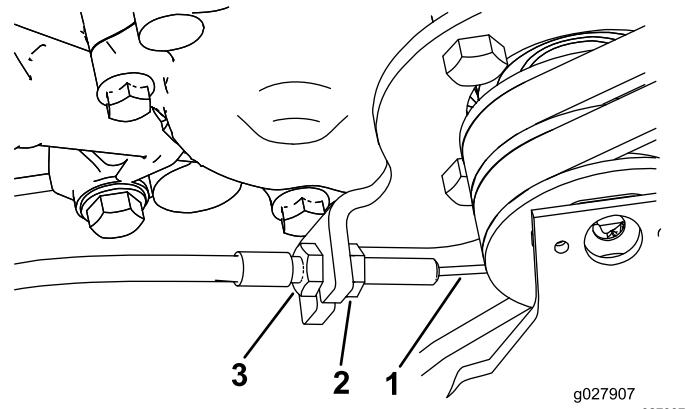

Figura 49
3. Per aumentare la tensione del cavo allentate il controdado del cavo anteriore e serrate il controdado del cavo posteriore (Figura 49) finché non occorre una forza di 8-9 kg per innestare il comando della trazione.